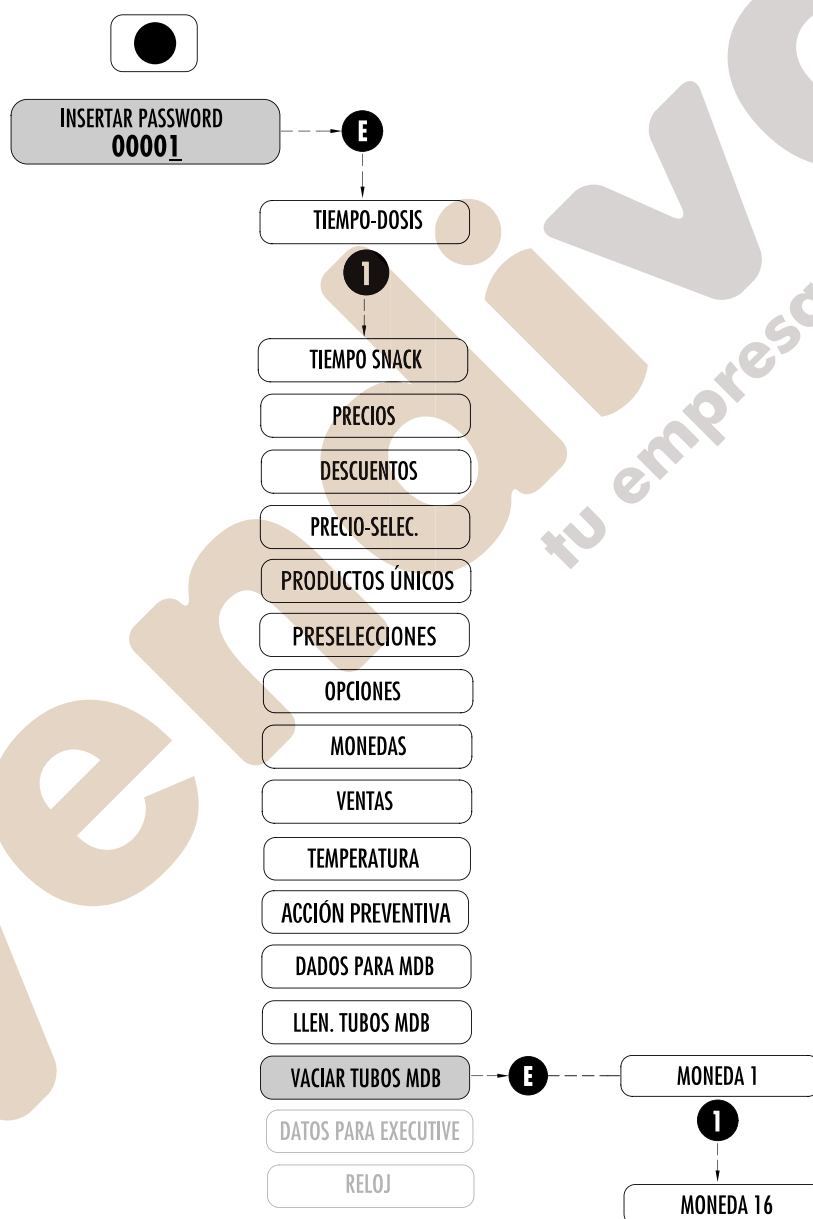

Fig. 7.17
7.2.15 VACIAR TUBOS MDB (Fig. 7.17)